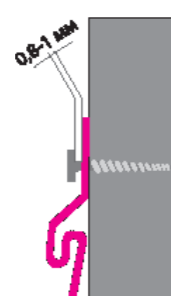

рис. 6
- ▷ Оставьте расстояние примерно 0,8-1 мм между нижним краем шляпки самореза и панелью (рис. 6);